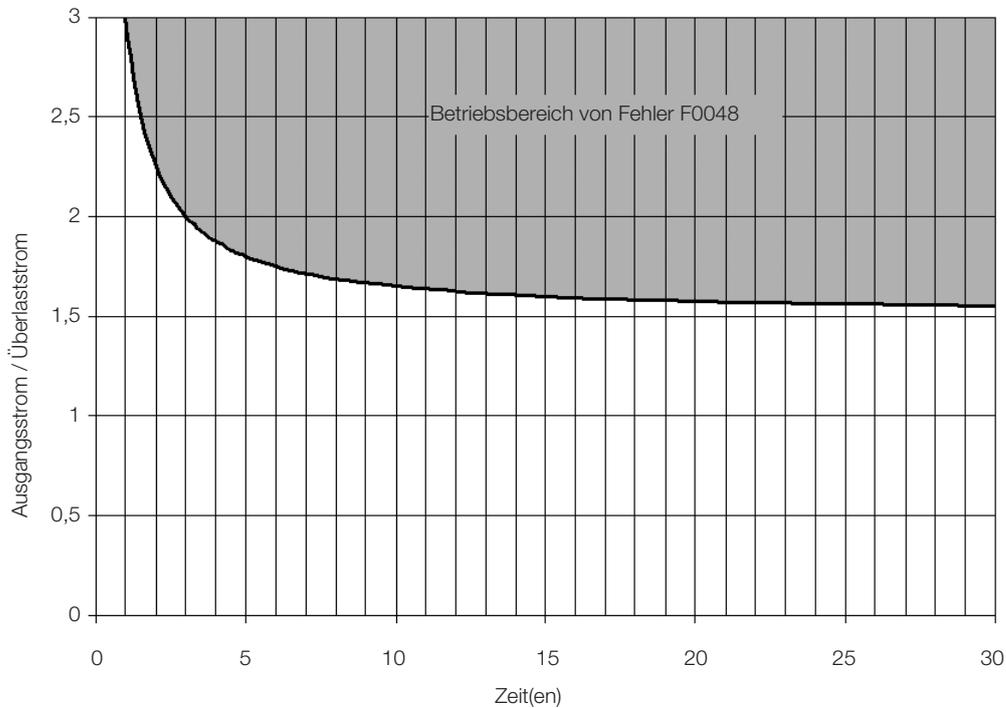

Abbildung 18.2: Betätigung der Überlast der IGBTs (Heavy Duty - HD)
Der Überlastschutz der CFW500 IGBT verwendet dasselbe Motorschutzformat. Das Design wurde jedoch so geändert, dass der Fehler F0048 bei 200 % der Überlast für schwere Beanspruchung (HD) (P0298 = 1) in Bezug auf den Nennstrom des Wechselrichters (P0295) in drei Sekunden auftritt, wie in Abbildung 18.2 auf Seite 18-4 dargestellt. Andererseits verfügt die IGBT-Überlastung (F0048) über keine Auslösung für Niveaus unter 150 % des Umrichter-Nennstroms (P0295).